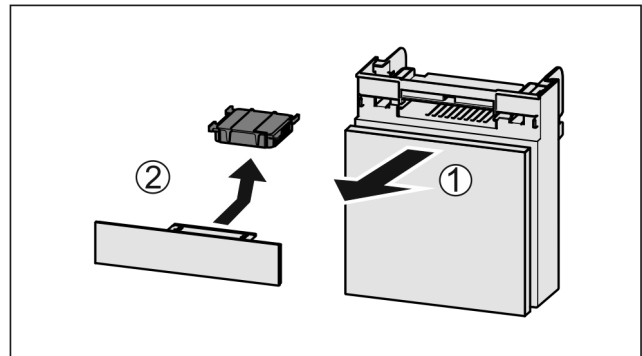

Fig. 127
- ▶ Extrageți Fig. 127 (1) compartimentul către înainte.
- ▶ Scoateți Fig. 127 (2) filtrul de cărbune activ.